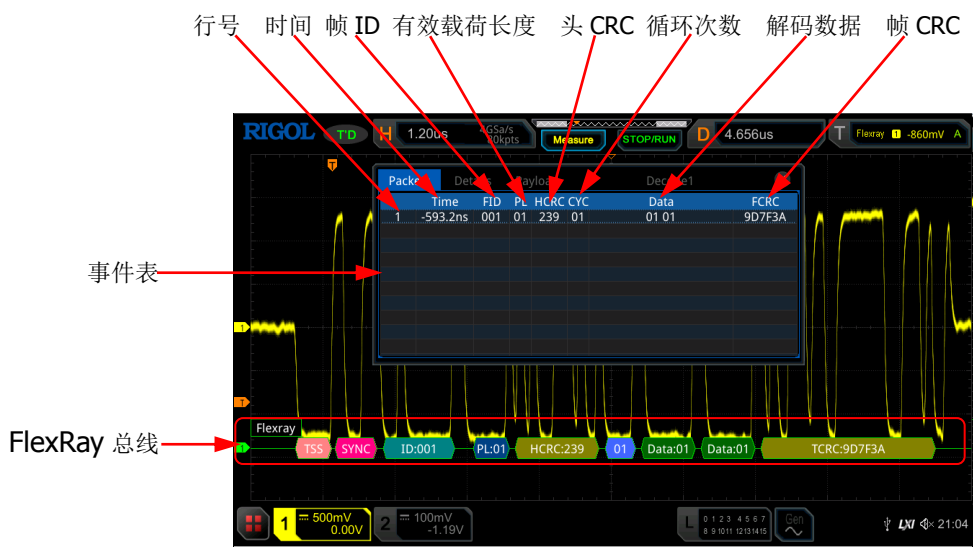

图 11-13 FlexRay 解码事件表
- 打开或关闭事件表：连续按 **事件表** 键，打开或关闭事件表显示。打开事件表，屏幕弹出如图 11-13 所示的事件表。您也可以触摸屏功能触摸事件表右上方的图标  关闭事件表功能。另外，当运行状态为“STOP”时，您还可以旋转多功能旋钮  选择指定行并查看相应的解码信息。